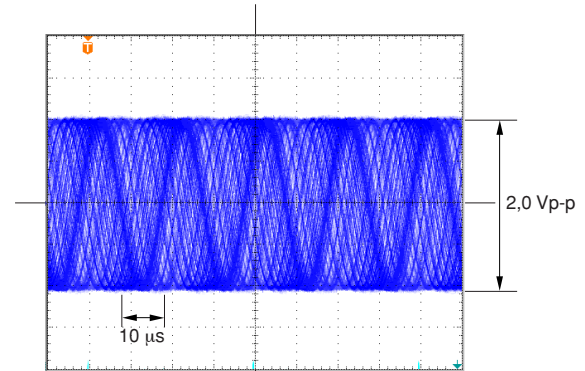

Abb. 6-5
- ⑥ Stellen Sie den GADJ-Trimmer erneut so ein, dass die Amplitude der Sinuswelle wie in Abb. 6-5 gezeigt 1,9 Vs-s bis 2,1 Vs-s beträgt. Abb. 6-5 zeigt das Ergebnis einer idealen Einstellung.